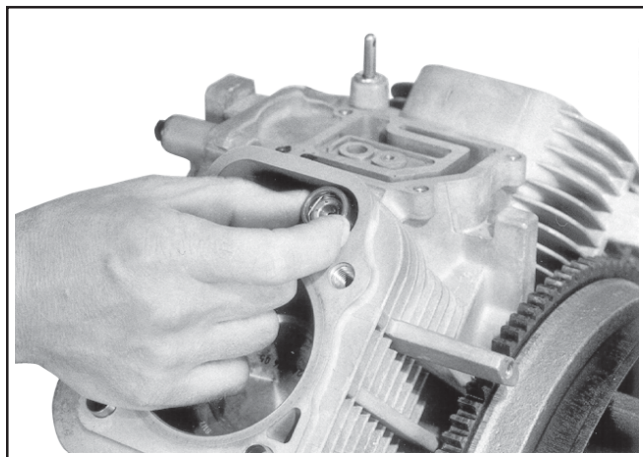

Figure 11-31. Installation des poussoirs hydrauliques.
3. Repérer avec une marque ou l'étiquette identifiant les poussoirs hydrauliques comme d'admission ou d'échappement et les cylindres 1 et 2. Installer les poussoirs hydrauliques dans leurs emplacements appropriés dans le carter du moteur. Ne pas utiliser un aimant. Voir la Figure 11-31.